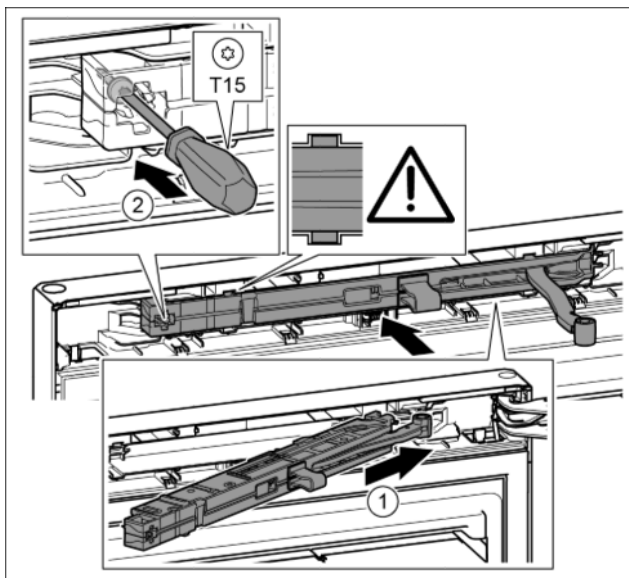

Fig. 19
- ▶ Amortyzator zamykania drzwi po stronie płytki zawiasu wsunąć ukośnie w zagłębienie aż do oporu. Fig. 19 (1)
- ▶ Śrubę przykręcić przy pomocy śrubokręta T15. Fig. 19 (2)